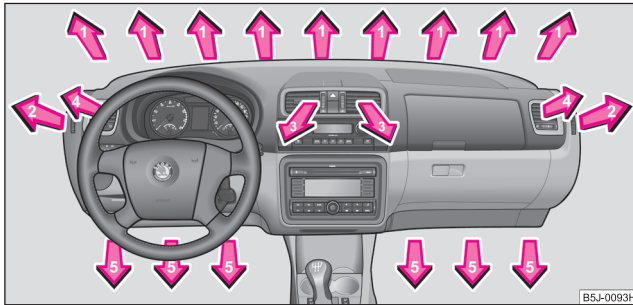

Fig. 98 Gurile de ventilație a aerului
- Reglați gurile de ventilație 3 și 4 astfel încât curentul de aer să fie îndreptat ușor în sus ⇒ pagina 87, fig. 98.
- Reglați gurile de ventilație **3** și **4** ⇒ pagina 87, fig. 98 astfel încât curentul de aer să fie îndreptat ușor în sus.
Distribuția aerului prin gurile de ventilație poate fi reglată și de la tastele de comandă ale Climatronic ⇒ pagina 84. Gurile de ventilație 3 și 4 ⇒ fig. 98 se pot deschide și închide separat. ■